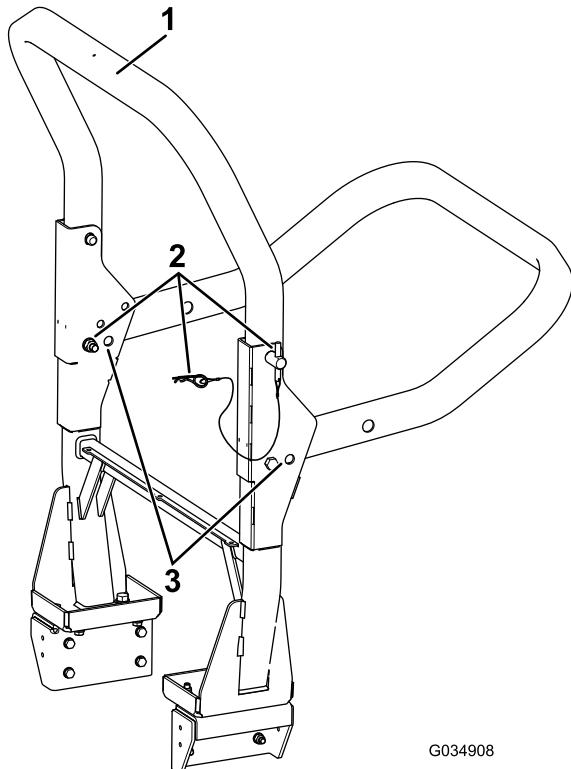

Figura 34
2. Apoye el peso de la estructura superior mientras retira los clips en R y los pasadores de los soportes de pivotе (Figura 34).